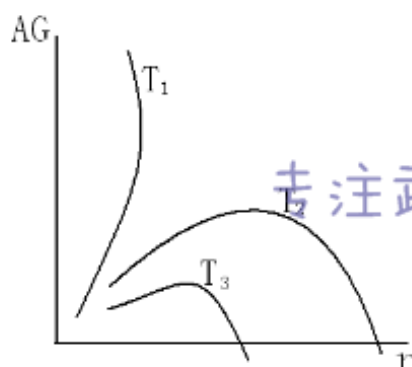

图 8.12 $\Delta G \sim r$ 关系曲线
8.12 图 8.12 为晶核的半径 r 与 ΔG 间的关系, 现有不同温度的三条曲线, 请指出哪条温度最高? 哪条温度最低? 并说明理由。